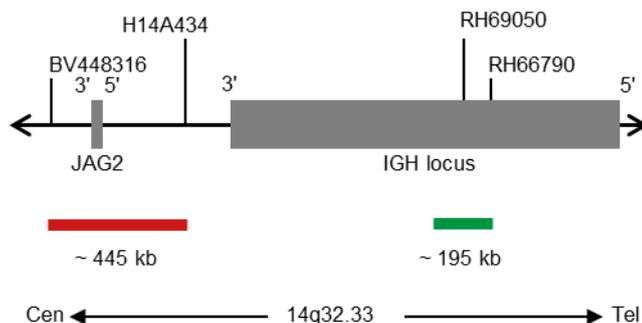

Fig. 1: SPEC IGH Mapa da sonda (não à escala)
- Polinucleótidos marcados com digoxigenina (~0,50 ng/μl), que têm como alvo sequências mapeadas em 14q32.33* (chr14:106,690,778-106,883,535) distal à região do ponto de quebra IGH (ver Fig. 1).
- Polinucleótidos marcados com dinitrofenilo (~0,75 ng/μl), que têm como alvo sequências mapeadas em 14q32.33* (chr14:105,462,169-105,909,611) proximais à região do ponto de quebra IGH (ver Fig. 1).